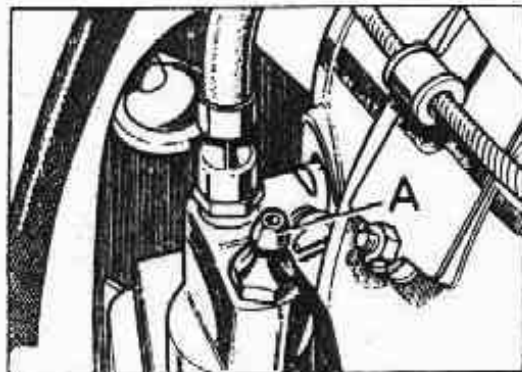

Fig. 54. Válvula de purga del cilindro auxiliar del embrague
2. Después de aflojar el tornillo de la válvula de purga (fig. 54), se accionará varias veces el pedal del embrague, haciendo una pausa después de cada embolada, hasta que deje de desprenderse burbujas en el líquido que fluye por el tubo de goma, mientras se mantiene el extremo de éste por debajo del nivel del líquido en la vasija.